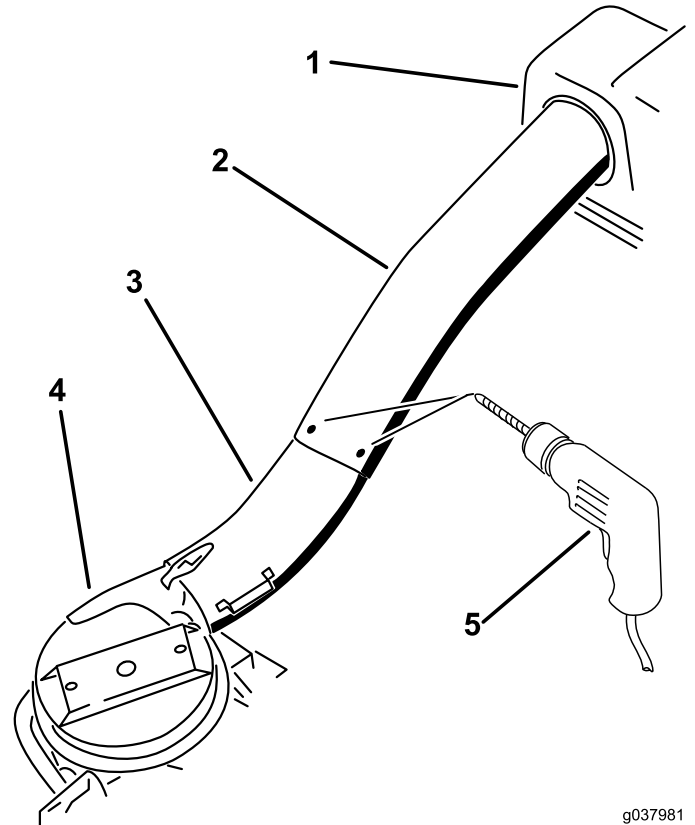

図 52
11. 上チューブにある3つの穴くぼみを型紙にして、上下のチューブが接続する部分に直径 5.6mm の穴を 3 つ開ける **図 52**。